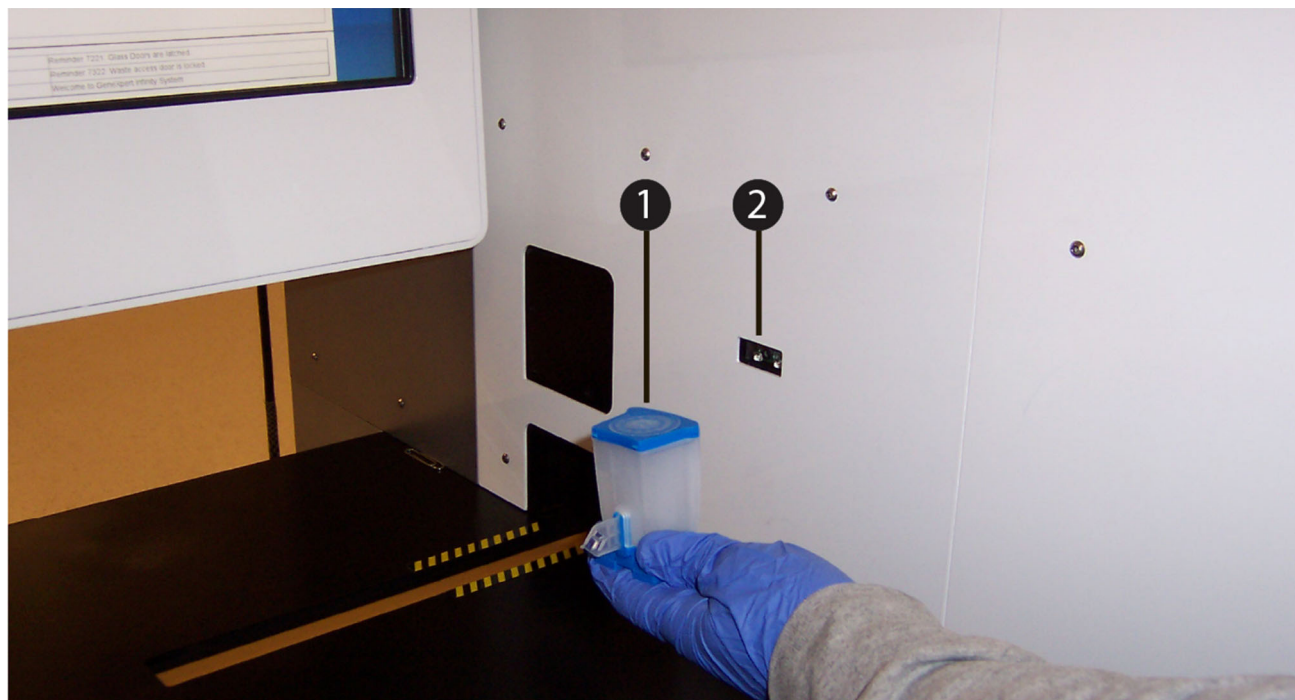

図 5-175. キオスクバーコードスキャナによるカートリッジバーコードのスキャン
1. 図 5-175 に示すように、カートリッジバーコード（アイテム # 1）のスクリーンには、キオスクバーコードスキャナ（アイテム # 2）を使用します。テストのオーダー – テスト情報（Order Test – Test Information）ワークスペースが表示されます。図 5-176 を参照。